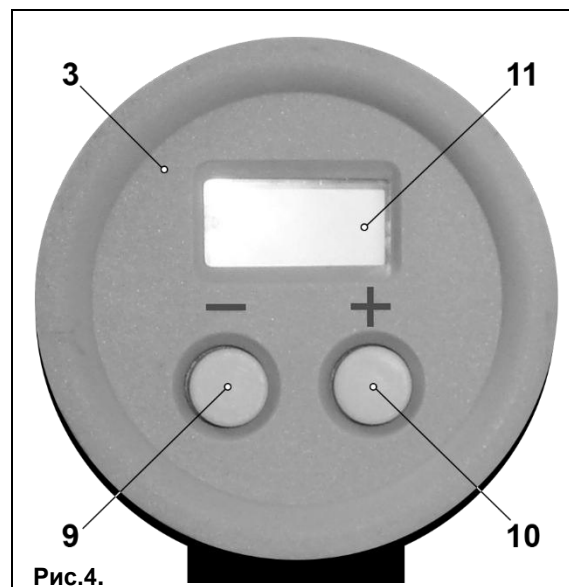

Рис.4.
7.2. Точная установка температуры при работе с пистолетом ПТЭ-2000/ДП (Рис.4).